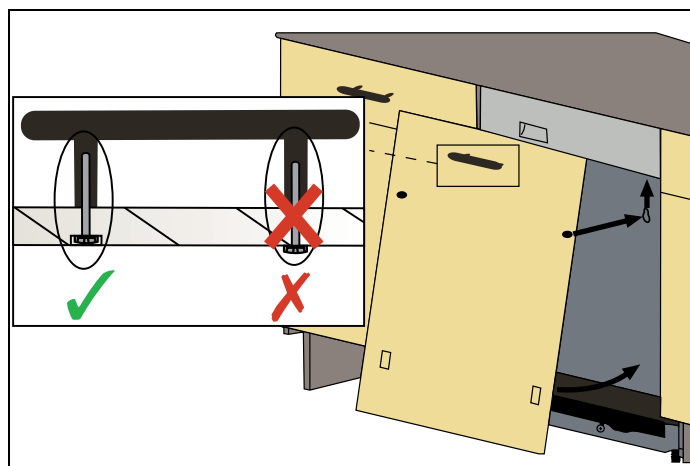

Fig. 21
- 5) Avant de monter la porte en bois sur le lave-vaisselle, installez la poignée sur la porte en bois comme illustré dans la Fig. 21 .